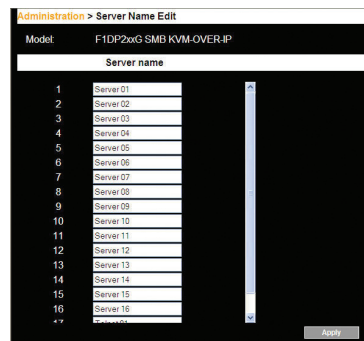

Figure 17 Configuration du switch
1. Dans le menu, sélectionnez « Server Name Edit » (Modification du nom du serveur). La fenêtre de configuration du switch apparaît (voir la Figure 17).